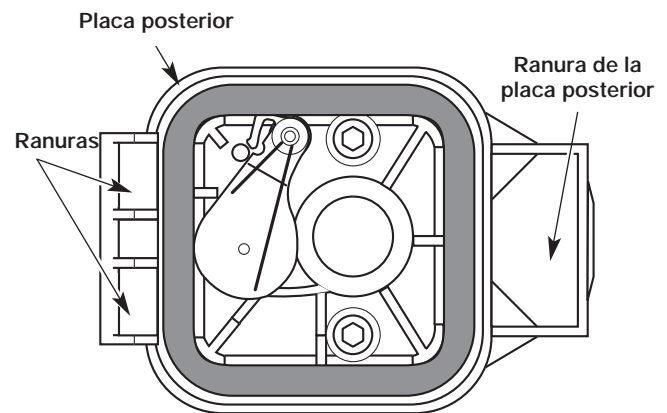

Fig. 39
6. Vuelva a colocar el filtro (Fig. 39).
7. Vuelva a instalar la cubierta del filtro de aire. Coloque los ganchos del lado izquierdo de la cubierta del filtro de aire en las ranuras del lado izquierdo de la placa posterior (Fig. 39).
8. Mueva la cubierta hacia la derecha hasta que la orejeta del filtro de aire calce en su lugar en la ranura de la placa posterior (Fig. 39).